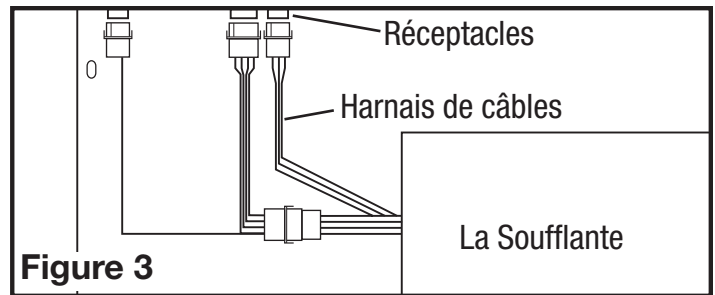

Figure 3
- Brancher les cordons à connecteurs rapides à 2 fils, 3 fils et 4 fils de la soufflante dans les réceptacles appropriés situés sur l'intérieur de l'avant du couvercle de la hotte. Ces cordons ne s'ajusteront que d'une seule manière dans les réceptacles (**Figure 3**).
- Brancher les cordons à connecteurs rapides à 3 fils et 4 fils de la soufflante dans les réceptacles appropriés situés sur l'intérieur de l'avant du couvert de la hotte. Ces cordons ne s'ajusteront que d'une seule manière dans les réceptacles (**Figure 3**).